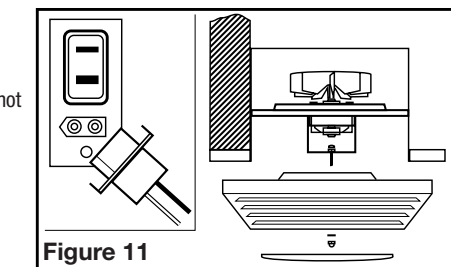

Figure 11
3. After the reflector bolt is secure, raise the grill/reflector up into position, and plug the reflector into the appropriate receptacle. Secure the assembly to the reflector bolt using the acorn nut and lock washer. Install up to a 100 watt maximum, type A19 medium base incandescent bulb or LED equivalent (not included). Reinstall the lens into the grill (**Figure 11**). Restore power and test your installation.
3. Après avoir fixé le boulon du réflecteur, soulevez le grille/réflecteur vers le haut, en place, et branchez le réflecteur au réceptacle approprié. Fixez l'assemblée au boulon du réflecteur en utilisant l'écrou borgne et la rondelle de freinage. Installer jusqu'à 100 watts maximum, une ampoule incandescente à culot moyen de type A19 ou un équivalent DEL (non inclus). Réinstallez la lentille dans le grille (**Figure 11**). Restaurer l'alimentation et tester votre installation.